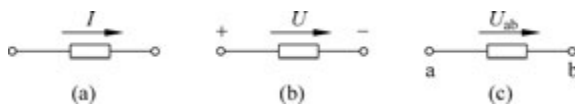

图 1-8 电压参考方向的表示方法
(2) 电压的实际方向。电压的实际方向规定为从正极指向负极,或者说从高电位端指向低电位端。
(3) 电压的参考方向。与电流一样,分析计算电路时也要预先假设电压的参考方向。同样,所假设的参考方向并不一定就是电压的实际方向。当电压的参考方向与实际方向相同时,电压为正值;当电压的参考方向与实际方向相反时,电压为负值。这样,根据电压的计算结果结合参考方向就可以判断出电压的实际方向。
电压的参考方向有 3 种表示方式:①用实线箭头表示,如图 1-8(a);②用正(+)、负(-)极性表示,如图 1-8(b),正极性指向负极性的方向就是电压的参考方向;③用双下标表示,如图 1-8(c),其中, U_{ab} 表示 a、b 两点间的电压参考方向由 a 指向 b。